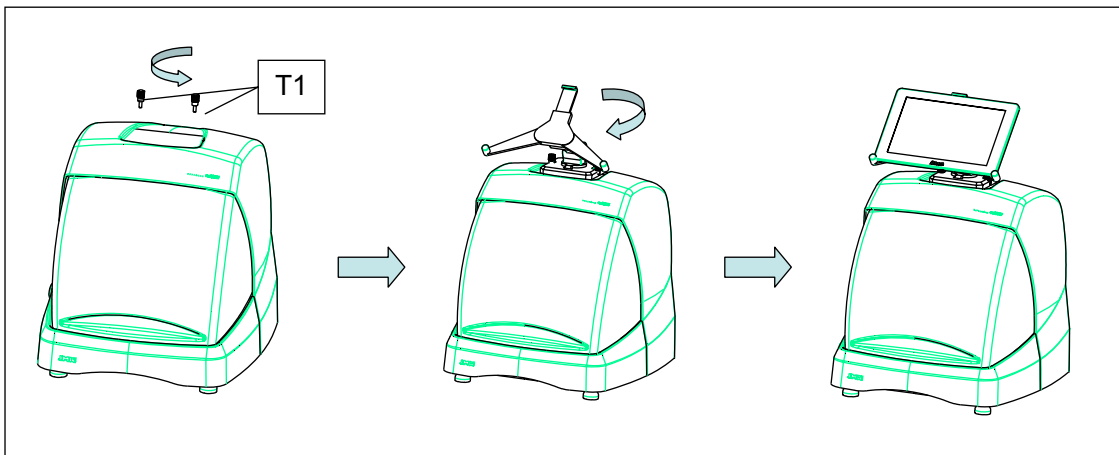

FIG. 3
1. Desenroscar los pomos (T1) ubicados en la máquina. (Fig.3)